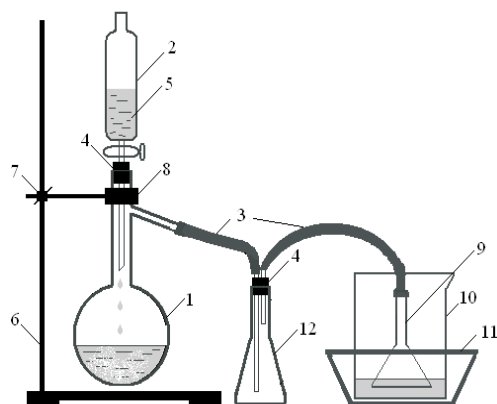

Рис. 3.2. Прибор для получения хлороводорода:
Синтез проводят в приборе, изображенном на рис. 3.2. Для этого в колбу 1, закрепленную на штативе, помещают заданную массу хлорида натрия (поваренной соли), концентрированную серную кислоту вливают в капельную воронку 2 (при этом проследите за тем, чтобы кран был закрыт), подсоединяют предохранительную склянку 12 (2) и стакан 10 (емкостью 400 см³) с 50 см³ дистиллированной воды. Необходимо следить, чтобы воронка 9 была погружена в жидкость на глубину 0,5 см (3). Стакан с водой охлаждают в смеси льда и воды (4).